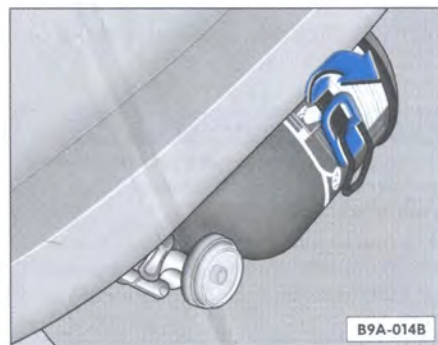

Fig. 24 Extintor de incendio en el asiento delantero
- Suelte la abrazadera de fijación, tirándola hacia abajo ⇒ fig. 24 -flecha-.